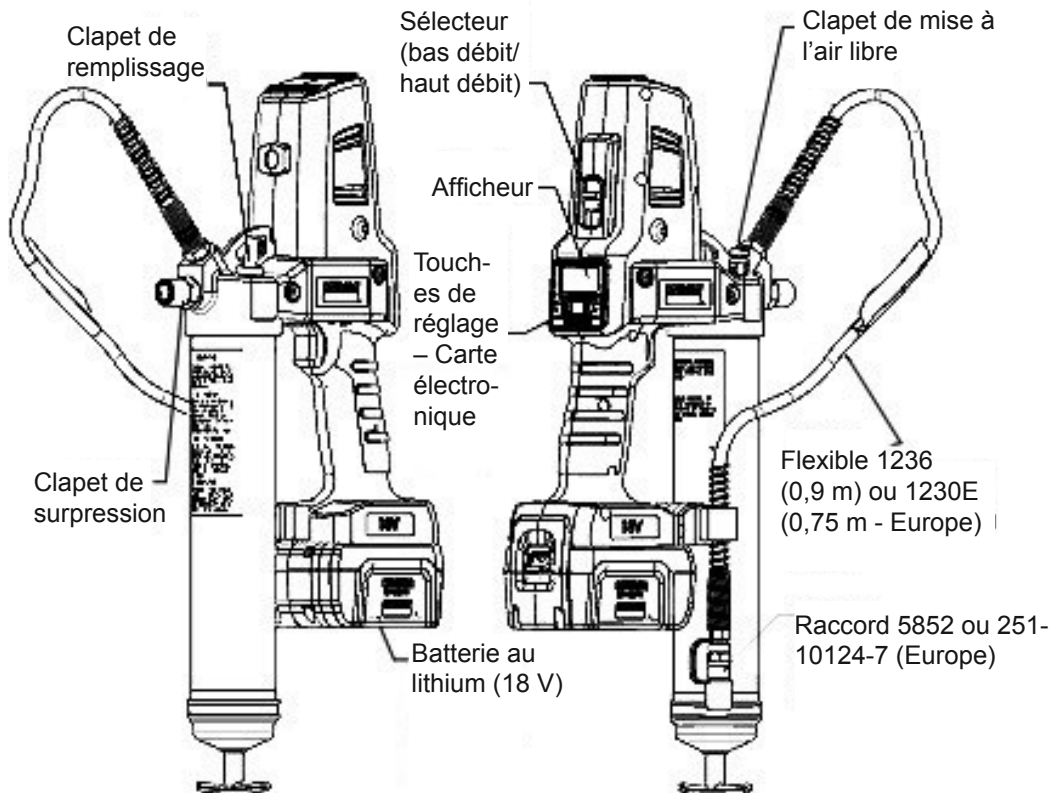

Figure 1
La clapet de surpression (fig. 1) est réglé en usine pour faire chuter la pression si celle-ci dépasse 517 bars. Ce clapet sert également d'indicateur de l'état des paliers et du circuit de graissage. De la graisse sortant du clapet de surpression indique l'obstruction ou le serrage excessif d'un palier, d'un raccord ou d'une canalisation. Ce problème doit être rectifié avant de continuer à utiliser le PowerLuber.
Quand le moteur ne fonctionne pas, appuyer sur le sélecteur (fig. 1) jusqu'à ce que la lettre « L » ou « H » soit complètement visible dans la fenêtre.
1. Il faut amorcer le Power Luber après chaque changement de la cartouche de graisse ou chaque remplissage. Pour amorcer, faire fonctionner le graisseur jusqu'à ce la graisse sorte du flexible. Utiliser le clapet de mise à l'air libre (fig.1) pour éliminer les poches d'air.